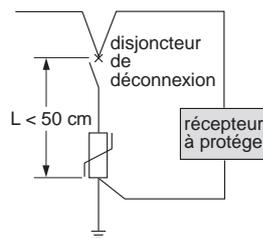

Fig. 2
■ règle des 50 cm maxi (fig. 2)